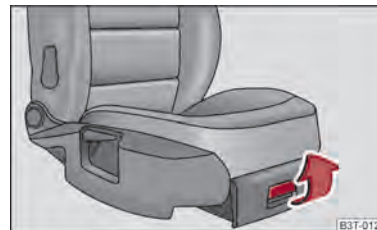

Abb. 99 Beifahrersitz: Ablagefach
- Zum Öffnen der Klappe den Griff ziehen ⇒ Abb. 99.